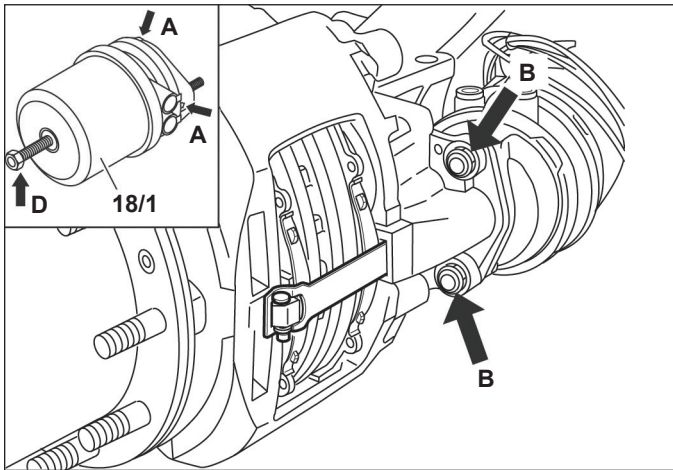

Figura 43 – Descarga y extracción del muelle accionador
5.4.3 Una vez que el vehículo se encuentre en una superficie nivelada y las ruedas se hayan calzado correctamente, aplique aire para liberar los frenos de muelle (frenos de estacionamiento) utilizando la válvula de control de aire montada en el tablero. Retire el perno de liberación (consulte la figura 43, flecha "D"), usando un par de torsión máximo de 26 ft-lb (35 Nm) para enjaular la fuerza del muelle liberada por el aire en la varilla de empuje.
5.4.5 Purgue el aire de las cámaras de los frenos utilizando la válvula de control de aire montada en el tablero. Con toda la presión neumática drenada del sistema, desconecte las mangueras de aire de la cámara del freno. Mientras sostiene la cámara del freno en posición, retire y deseché las tuercas de montaje de la cámara del freno (consulte la figura 43, flechas señaladas con "B"). Retire la cámara de freno.
Nota: Cuando instale una nueva cámara de freno de muelle, tenga en cuenta que en algunos casos se instalan tapones de drenaje (consulte la figura 43, flechas señaladas con "A"). Donde haya tapones de drenaje, después de la instalación, retire el tapón que esté en la posición más baja. El orificio de drenaje seleccionado debe estar orientado hacia abajo (o dentro de $\pm 30^\circ$) cuando se instale en el vehículo. En el caso de las cámaras de freno de muelle, instale las pastillas antes de desenganchar el muelle.